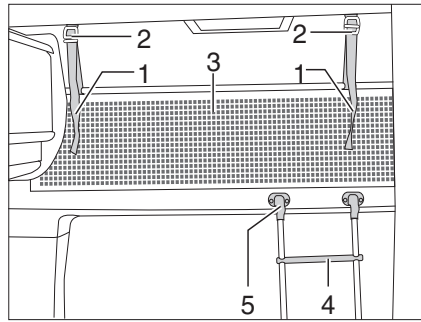

Fig. 89 Cama de alcoba
Para subir a la cama de alcoba, utilizar la escalera de ascenso (Fig. 89,4) equipada de serie.
- Enganchar la escalera con los largueros en el soporte (Fig. 89,5) del panel de la alcoba.
La red de seguridad (Fig. 89,3) viene de serie entre el colchón y el somier. Tender la red de seguridad cuando las personas ya se encuentren en la alcoba.
- Engatillar las cintas de sujeción (Fig. 89,1) en los soportes en el techo (Fig. 89,2).